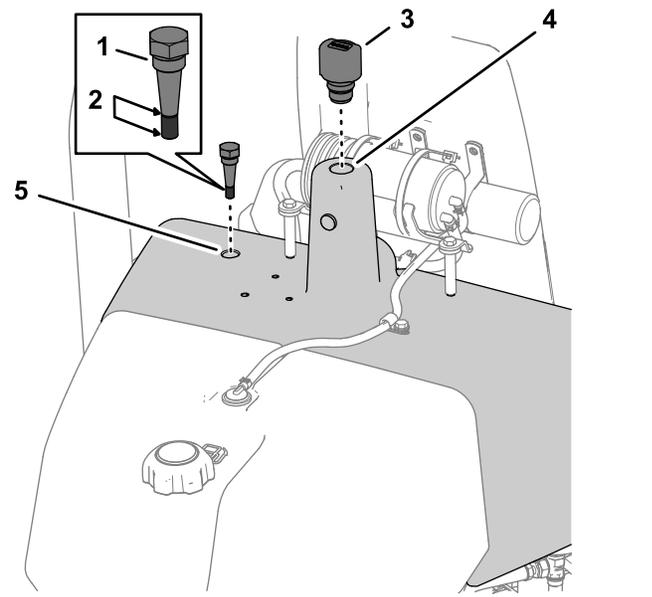

図 51
3. 油圧オイルタンク上部についているディップスティックを外して一度ウェスできれいにふき取り、もう一度タンクに差し込んで抜き取ってオイルの量を調べる 図 51。
4. ディップスティックにオイルが付着しない場合は、油圧オイルタンクの補給口のキャップ 図 51 を取って、所定の油圧オイルをゆっくりとオイルタンクに補給して、オイルレベルをディップスティックの溝の位置まで上げる **油圧オイルとフィルタの交換 (ページ 37)** を参照。
5. 油圧オイルタンクにディップスティックとブリーザを取り付ける 図 51。